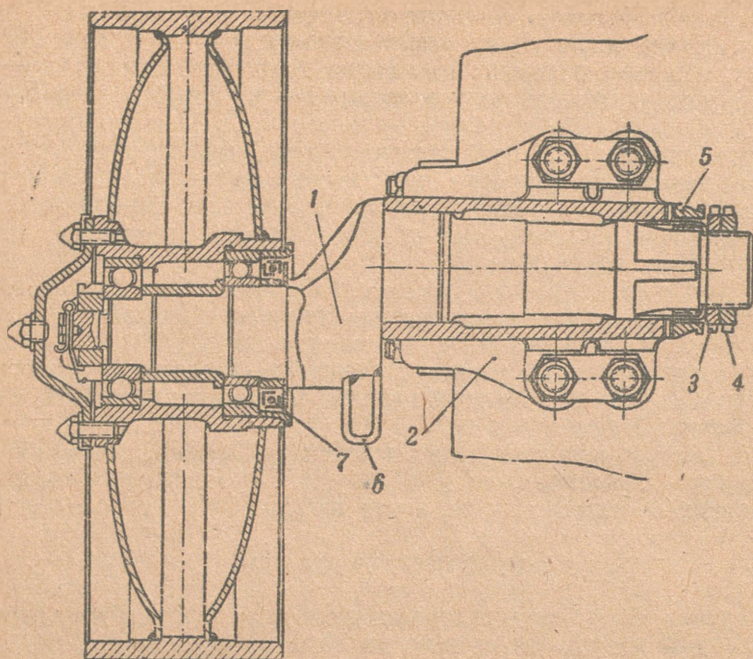

Рис. 112. Ленивец с механизмом натяжения гусениц:
Ленивец (рис. 112) служит для направления и натяжения гусеницы.
3. При утере крепёжных деталей кривошипа ленивца (3, 4 и 5 — на рис. 112) расклепать гусеницу, удалить два-три трака, поставить ленивец в крайнее переднее положение, соединить гусеницу и продолжать движение до парка своим ходом, избегая резких поворотов.